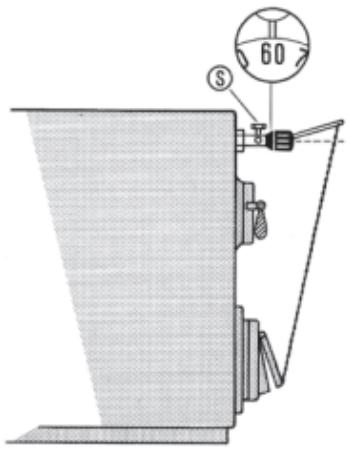

Рис. 1 / Fig. 1 / Fig. 1:
При **горизонтальном монтаже** винт с шестигранной головкой (S) должен быть направлен вертикально вверх. При настройке следует ориентироваться на **красные цифры и красную отметку** (см. рис. 1).
The controller can be installed either vertically or horizontally. When **installed horizontally**, the hexagon screw (S) must point upwards. For control in this position, the **red figures** and the **red mark** are used (Fig. 1).
Pour le **montage horizontal**, la vis 6 pans (S) occupe une position verticale. Les **chiffres et les repères rouges** servent au réglage (Fig. 1).
Требуемую температуру среды в подающем трубопроводе устанавливают поворотным регулятором, после чего котёл медленно нагревают до достижения заданной температуры. Расположите рычаг таким образом, чтобы его короткая часть с отверстием для цепи была **направлена вперёд и находилась примерно в горизонтальном положении** (показано штрихом на рис. 1 и 2), причём, по возможности, точно над точкой крепления цепи на воздушном клапане.
Set required flow temperature using the knob. Allow the boiler to heat up slowly until the set temperature is reached. Arrange the lever arm so that short section with the bore for the chain **points to the front, lies approximately horizontal (dotted line in Figs. 1 and 2)** and is positioned as precisely as possible over the chain mounting point.
La température du départ désirée est réglée à l'aide du bouton de réglage ; monter progressivement la température de la chaudière jusqu'à ce que la température affichée soit atteinte. A partir de ce moment, le levier peut être positionné horizontalement et verticalement, de façon à ce que la section la plus courte, portant le trou de fixation de la chaînette, soit dirigée **vers l'avant dans une position approximativement horizontale (ligne discontinue fig. 1 et 2), de sorte qu'elle soit alignée avec la fixation de la porte de tirage.** Ce réglage effectué, immobiliser en serrant la vis de fixation (2). Veiller à ce que la vis prenne appui sur une face plate et non sur un angle du levier. En dernier lieu, régler la chaînette de telle sorte que la porte d'aération maintienne une ouverture d'environ 1 mm au moment où la température affichée est atteinte.